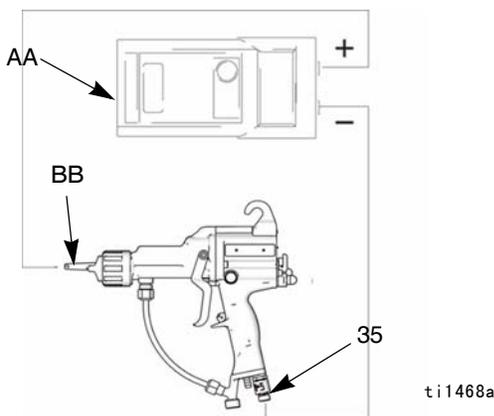
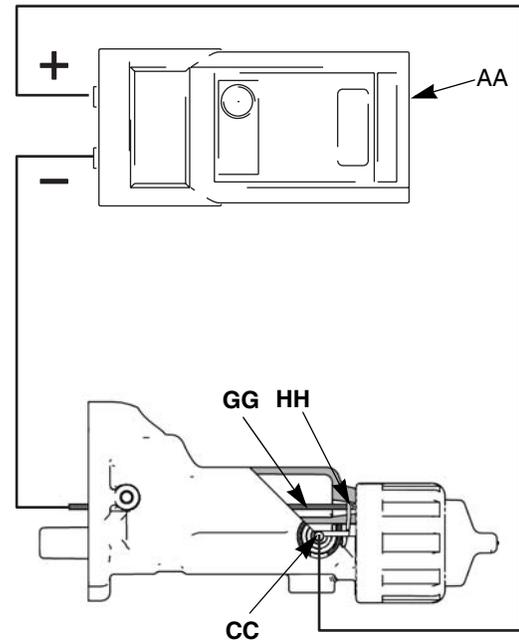

图 8. 测试喷枪的总电阻
图 12. 测试枪筒的电阻
<p>火灾，爆炸和电击危险</p> <p>部件号 241079 的兆欧表 (AA- 见图 8. 至图 12.) 未经核准用于危险场所。为减少火花危险，不要用兆欧表来检查电气接地，除非：</p> <ul style="list-style-type: none"> • 喷枪已从危险场所卸下； 或 • 关闭危险场所的所有喷涂设备，危险场所的通风扇都运转着，并且场所内无易燃蒸汽（例如敞开的溶剂容器或喷涂烟雾）。 <p>不遵守该警告会造成火灾，爆炸和电击并导致严重伤害和财产损失。</p>
测量荷电棒尖端 (BB) 和空气旋转接头 (35) 之间的电阻 (见图 8.)；电阻应当为 90-130 兆欧。如果电阻超出该范围，转到下一个测试。如果电阻在范围之内，参见第 页的**喷枪的修理 27**，了解关于不良性能的其他可能原因。
1. 将导电杆 (GG) 插入喷枪枪筒 (卸下用于供电电源测试) 并顶住枪筒前部的金属触点 (HH)。
2. 测量导电杆 (GG) 和荷电棒插口 (CC) 之间的电阻。见图 12。电阻应当为 15-30 兆欧。